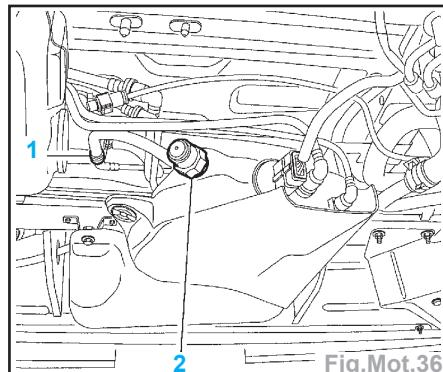
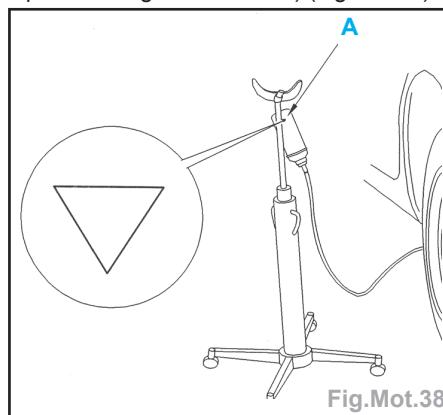

Fig.Mot.36
Fig.Mot.38
- Désaccoupler le raccord encliquetable (1) de la mise à l'air libre du réservoir d'additif (Fig.Mot.36).
- Déposer le bouchon de trop plein (2) du réservoir d'additif.
- Percer le bidon d'Eolys en (A) (matérialisé par un triangle sur le bidon) (Fig.Mot.38).